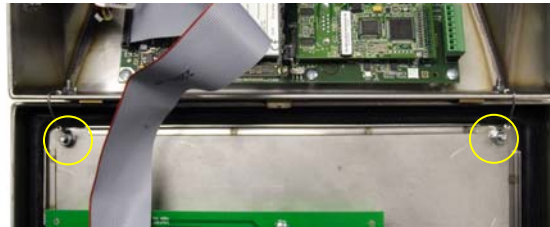

Figura 2-7: Posizioni di attacco della piattina di massa
2. Allentare e rimuovere i due dadi che fissano i due cavi di metallo (Figura 2-7) che congiungono il coperchio anteriore all'alloggiamento posteriore.